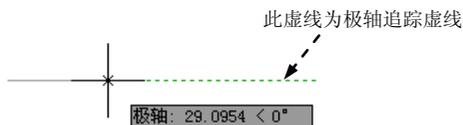

图 3.4.1 极轴追踪举例
现在要创建一条直线（图 3.4.1），先确认“极轴追踪”已打开。选择绘制直线命令并指定了第一点后，当系统提示输入直线的下一点时，将“皮筋线”移动至水平线附近，系统便追踪到 0° 位置并显示一条极轴追踪虚线，同时显示当前光标位置点与前一点的关系提示 **极轴: 83.5018 < 0°**。该提示的含义是当前光标位置点与 A 点间的距离为 29.0954，光标位置点和点 A 的连线与 X 轴的夹角为 0° 。由于 **增量角 (I)** 值默认为 90° ，所以如果继续移动“皮筋线”，系统还可以捕捉到 90° 倍数的位置线，如 90° 、 180° 、 270° 等。在所需的极轴追踪虚线上的某位置点单击，便可选取该点。